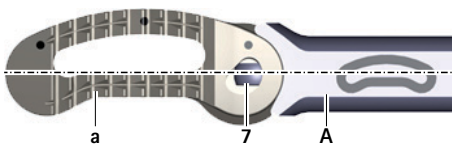

Fig. 8 Implante na posição 0°
- ▶ Segurar o implante de ensaio D na posição 0° no instrumento introdutor A, ver Fig. 8.
- Segurar o implante na posição 0°, ver Fig. 8.